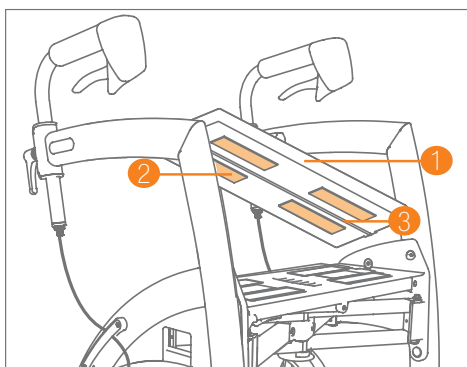

Figure 75: Retrait du coussin du siège du rollator.
- a. Soulevez le coussin pour détacher les bandes Velcro qui le maintiennent au siège (**Figure 75**).